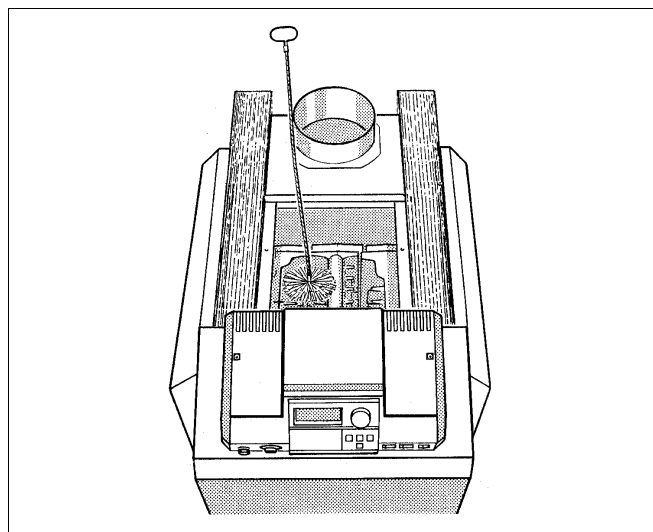

Fig. 40 Nettoyage à la brosse
- Brosser les carnaux de fumées (fig. 40).
- En cas d'incrustations importantes, broser les carnaux de fumées (fig. 40).